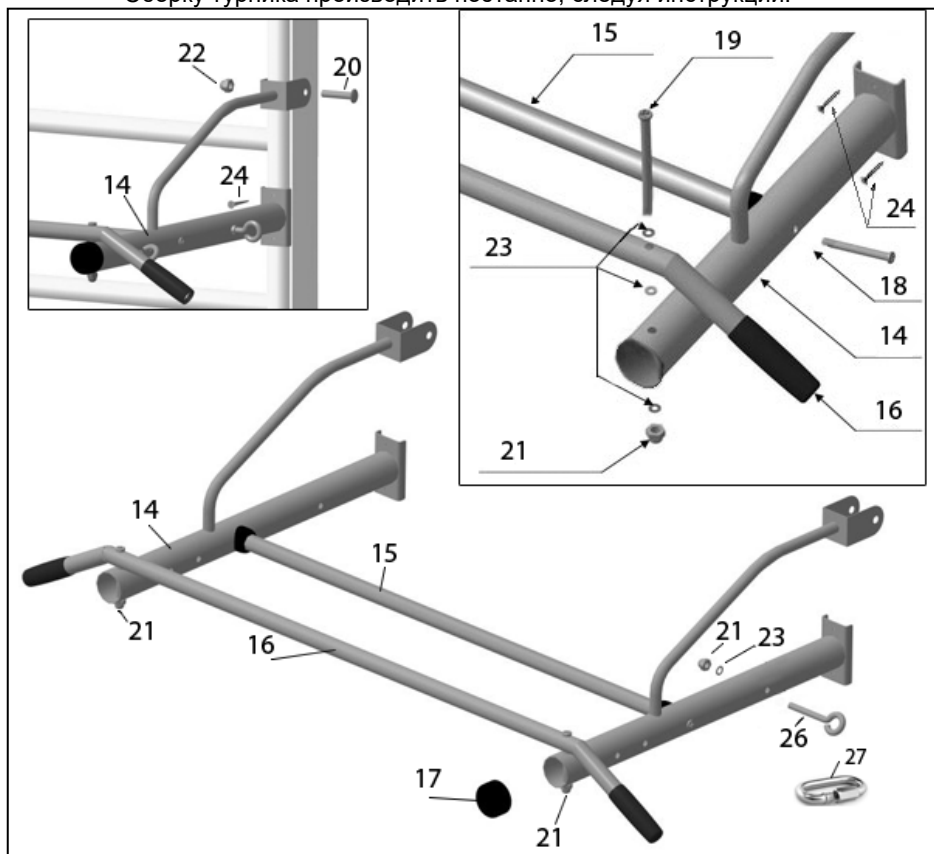

Рисунок 4
4.4.1 Соединить кронштейны (№14) и перекладину (№15) (рисунок 4) и закрепить между собой, используя прилагаемые винты (№18). Установить перекладину турника (№16) на кронштейнах (№14) и закрепить, используя винты (№19), шайбы (№23) и гайки (№21).